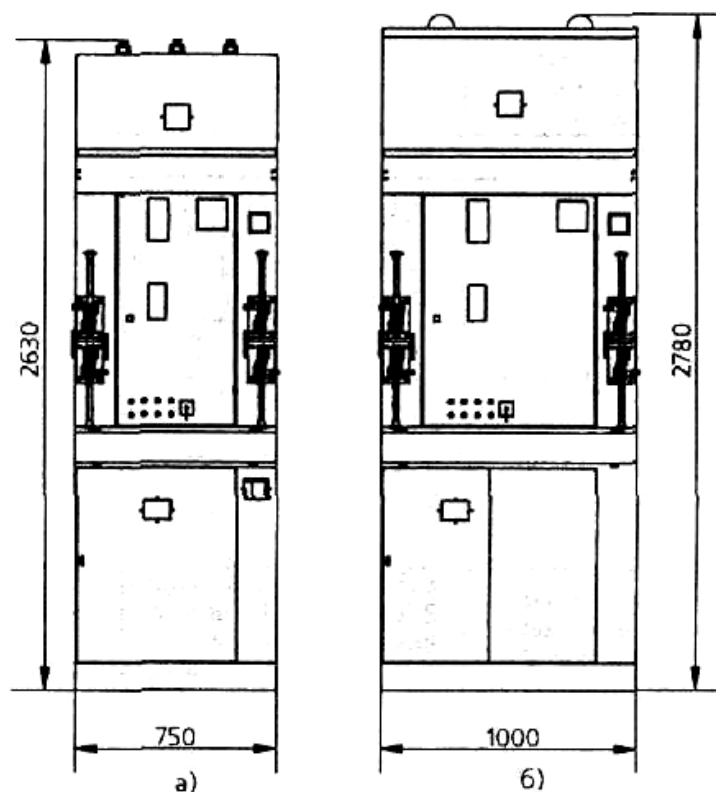

Рис. 6. Общий вид камер КСО 2 (глубина камер КСО 2 – 1100 мм):
Общий вид камер серии КСО 2 (292) и КСО 2 (298) представлен на рис. 6.